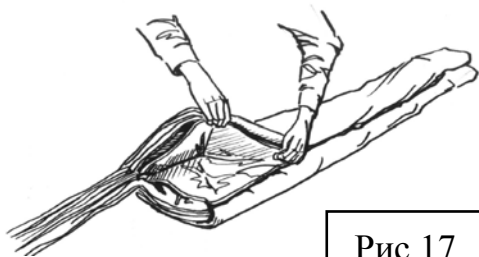

Рис.17
13. Изогнув по центру уложенный купол, уложите левую половину на правую. Особое внимание уделите складкам при вершине. При этом аккуратно оттяните середину центральной секции (между стропами №1-№16 (ОК34) или №1-№18 (ОК38)) вверх, образовав тем самым треугольный открывающийся конверт центральной секции (рис.17). Убедитесь, что открывающийся конверт аккуратно уложен, и находится между слоями левой и правой половин купола. (рис.(18)).